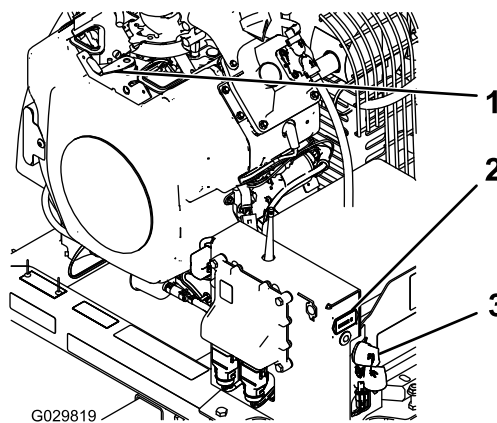

图12
3. 将发动机点火钥匙旋转至启动位置（图12）。
3. 如果离开机器，请将钥匙旋转到关闭位置，并从发动机上拔出（图12）。